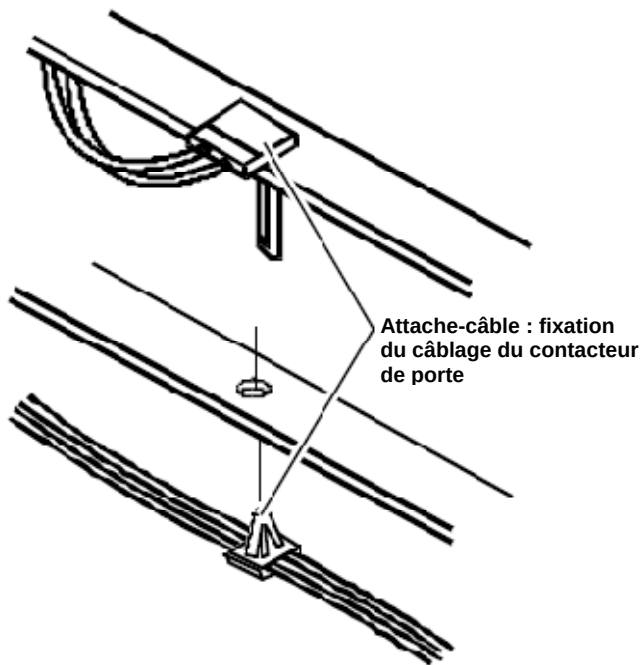

FIGURE 10
- b. Les attache-câbles qui maintiennent le câblage du contacteur de porte doivent être engagés dans la fente en haut du panneau avant et le long du bord supérieur du panneau latéral. Voir la *Figure 10*.